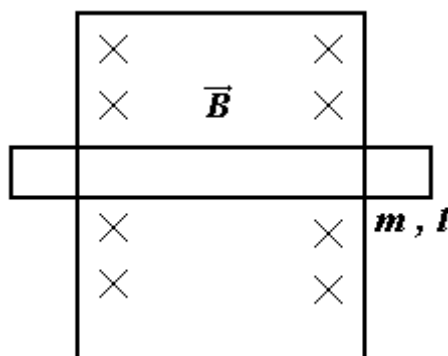

Рис.17
11. Два металлических стержня расположены вертикально и замкнуты сверху проводником. По стержням без трения и нарушения контакта начинает скользить из состояния покоя перемычка длиной $L=10$ см и массой $m=20$ г. Вся система находится в однородном магнитном поле с индукцией $B=0,1$ Тл, перпендикулярной к её плоскости. Сопротивление перемычки $R=0,05$ Ом, сопротивлением стержней и проводника пренебречь, ускорение свободного падения $g=9,8$ м/с². Определите, как со временем будет изменяться скорость перемычки (рис.17).